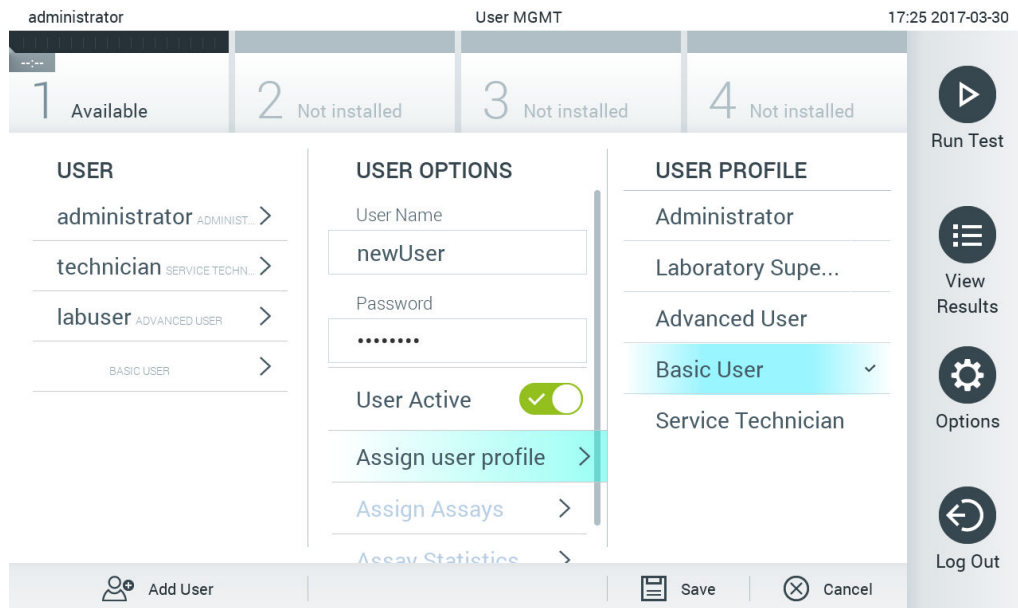

図 64. ユーザープロフィールを新規ユーザーに割り当てる。
4. Assign User Profile (ユーザープロファイルの割り当て) を押し、新規ユーザーに適切なユーザープロファイルを (コンテンツエリアの右のリストから) 割り当てます (図 64、次のページ)。